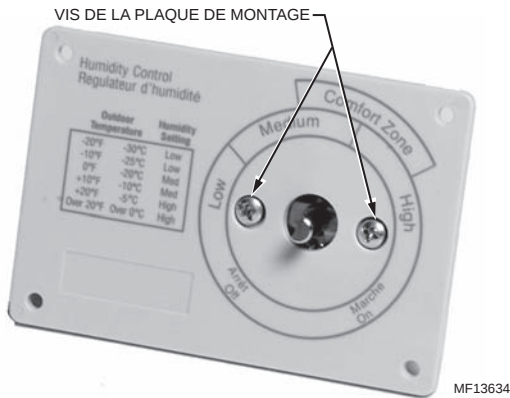

Fig. 44. Retrait du régulateur d'humidité de la plaque de montage.
6. Dévisser les deux vis de la plaque de montage et retirer le régulateur d'humidité. Voir la figure 44.